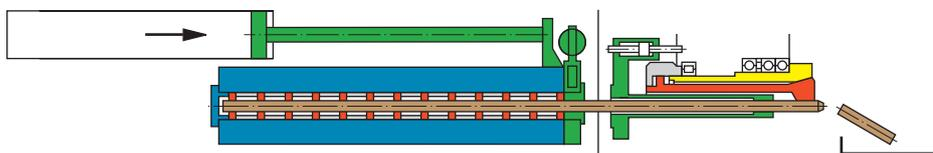

Fig. 6
Quand la machine signale la "fin de barre" (la pince de ravitaillement a quitté la fin de la barre), le programme de début de barre démarre. Il comprend entre autres les étapes suivantes (fig. 6):
11. L'avance du canal de guidage en position de travail; cela pousse la nouvelle barre dans la pince de ravitaillement jusqu'à l'outil de tronçonnage; la chute de la barre consommée est éjectée dans la coupelle (fig. 6).